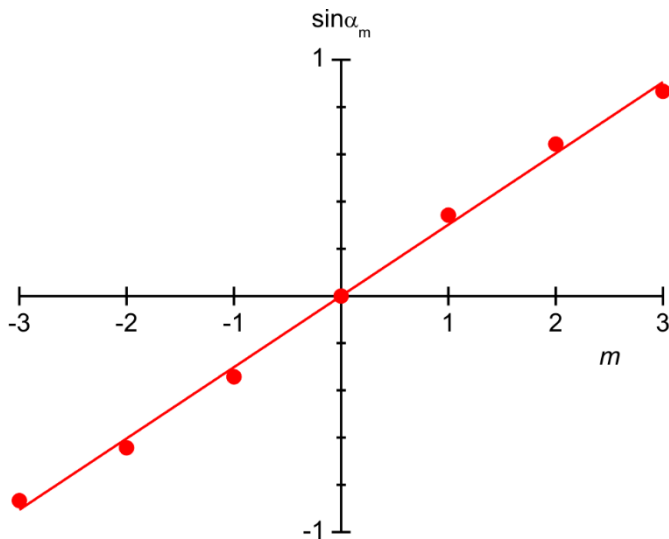

Fig. 6: Posição do princípio como função da ordem de difração m
- Aplicar os ângulos α_m dos máximos de difração em um diagrama $\sin \alpha_m - m$ contra a ordem de difração m (Fig. 6).